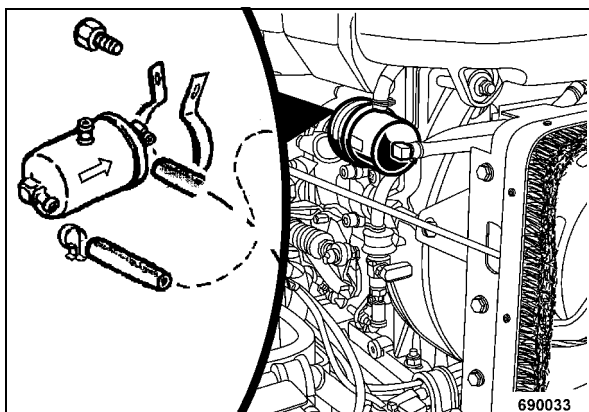

рис. 55
- Ослабить хомуты для шланга на трех топливопроводах и снять топливопроводы с топливного фильтра (рис. 55).